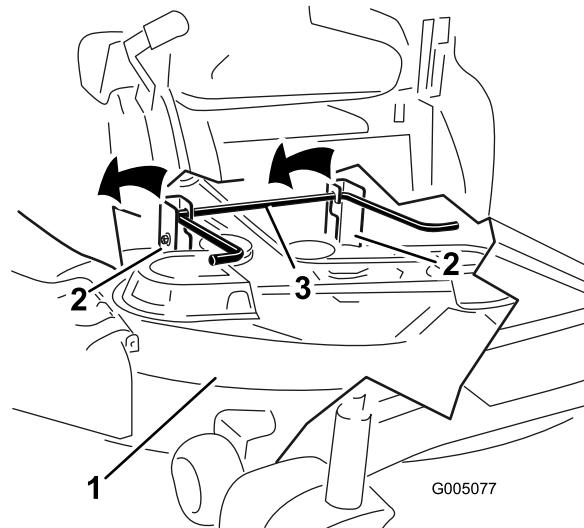

Figura 60
- Eleve la parte trasera de la carcasa de corte y coloque las pletinas de suspensión sobre la varilla de elevación trasera (Figura 60).